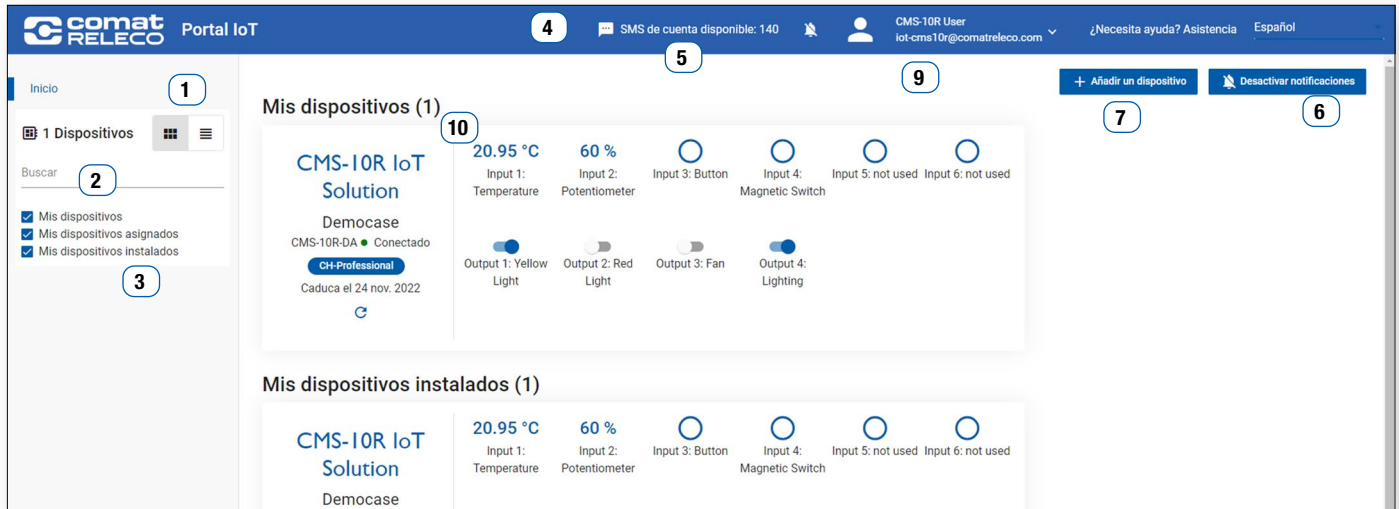
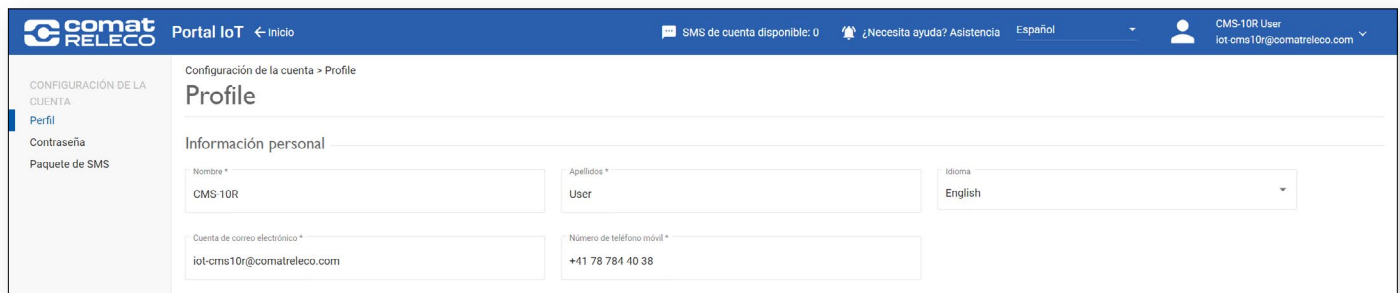

Figura 33
Figura 35
Seleccione el dispositivo deseado en la vista de dispositivos (Figura 33). Elija **Emparejar**.
Los datos del titular de la cuenta se introducen/se modifican en este menú (véase Figura 35, Figura 33 (8) y Figura 34 (8)). Los campos marcados con un asterisco (*) deben ser rellenados.
Los paquetes de SMS adquiridos aquí pertenecen al **Propietario** y pueden utilizarse para todos los dispositivos de su propiedad. (véase Figura 33 y Figura 34 (4))